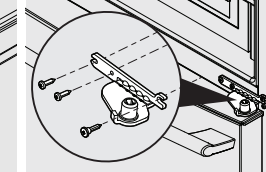

Figure 5
5. Il faut tirer sur le tiroir pour exposer la charnière inférieure. Dévissez les trois vis de la charnière inférieure et faites glisser la charnière vers l'intérieur. Figure 5.